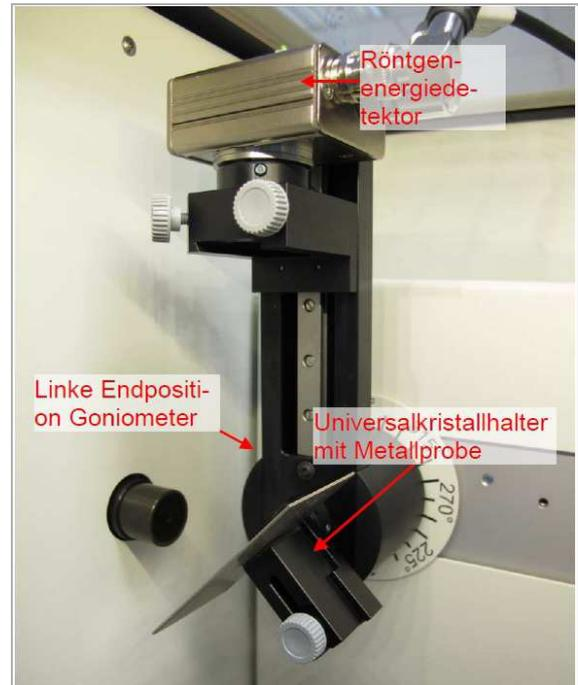

Abb. 4: Versuchsaufbau am Goniometer
- Energiedetektor in der Halterung des Schwenkarmes des Goniometers befestigen(Abb. 4). Beide Kabel sind mit ausreichender Länge so zu führen, dass eine ungehemmte Drehung des Goniometers über den gesamten Schwenkbereich gewährleistet ist.
- Goniometerblock und Detektor jeweils in ihre linken Endpositionen bringen, im 2:1-Koppelmodus den Detektor auf 90° drehen (Abb. 4)